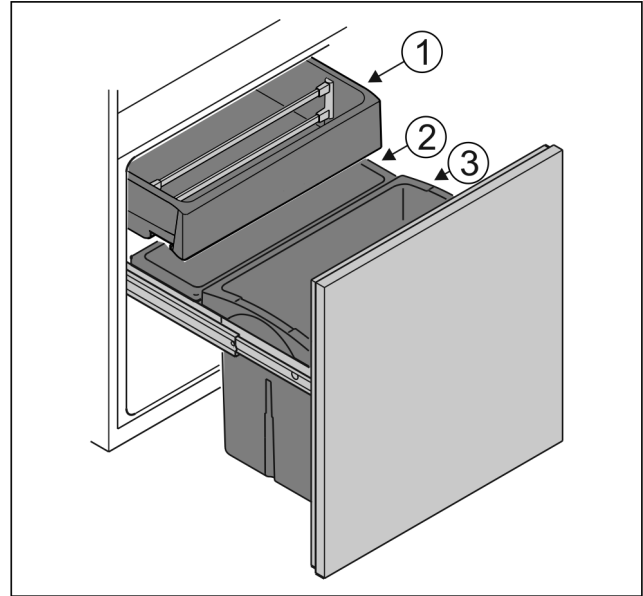

Fig. 98
- Koshi Fig. 98 (1): Vendosni në ruajtje perimet dhe frutat tropikale jo të paketuara.
- Koshi Fig. 98 (2): Vendosni në ruajtje llojet e vogla të frutave dhe perimeve jo të paketuara.
- Koshi Fig. 98 (3): Vendosni në ruajtje shishet e veçanta.